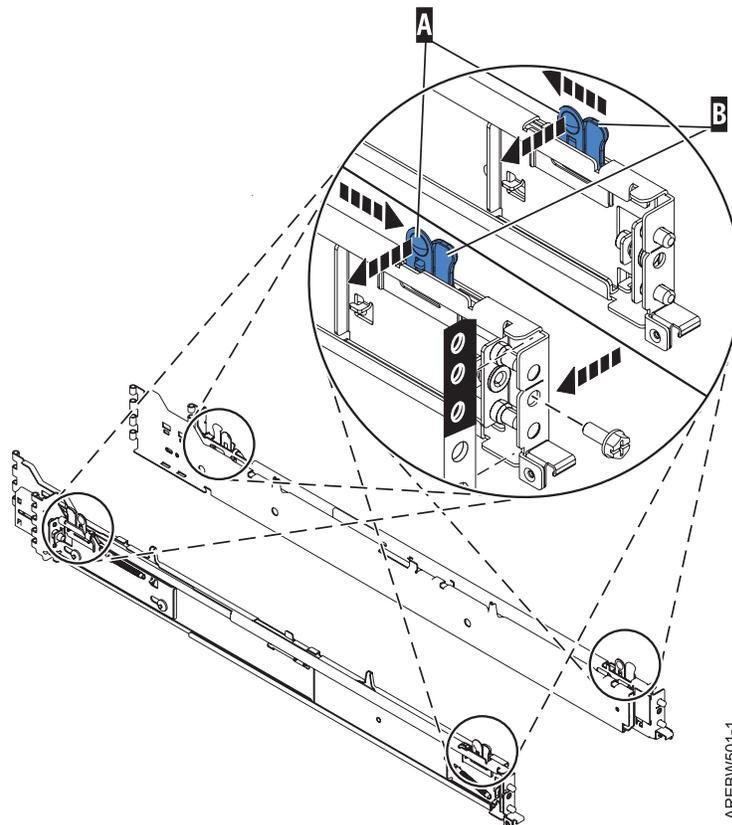

Abbildung 3. Ausrichtungsstift an der vorderen Schiene, Sicherungsschrauben und Verriegelungshalterung
2. Nachdem die Ausrichtungsstifte zurückgezogen worden sind (siehe Abb. 3), fügen Sie die vorderen Ausrichtungsstifte der einzelnen Schienen in die vorderen Flanschbohrungen des Racks ein. Richten Sie den unteren Ausrichtungsstift an der vorher markierten Bohrung an der Vorderseite des Racks aus.